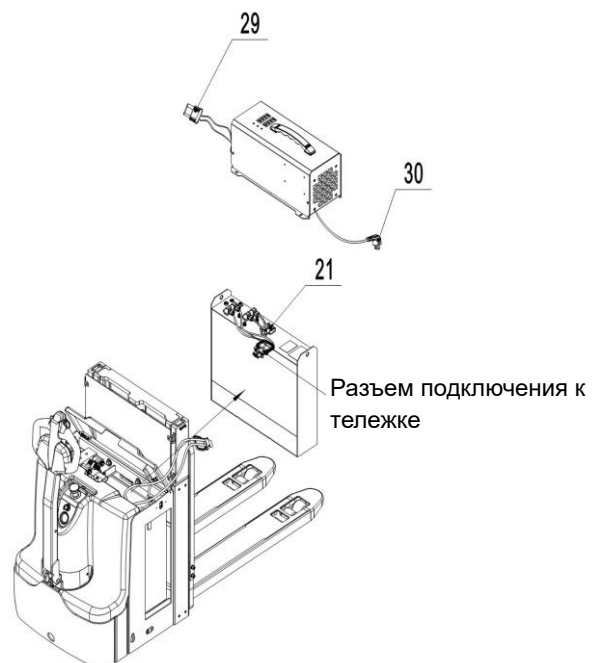

Рис.18: Зарядка литий-ионного аккумулятора
- Соедините зарядный штекер аккумулятора (рис. 18, поз. 21) с разъемом зарядного устройства (рис. 18, поз. 29).
- Затем подключите кабель питания зарядного устройства (рис. 18, поз. 30) к сети питания.